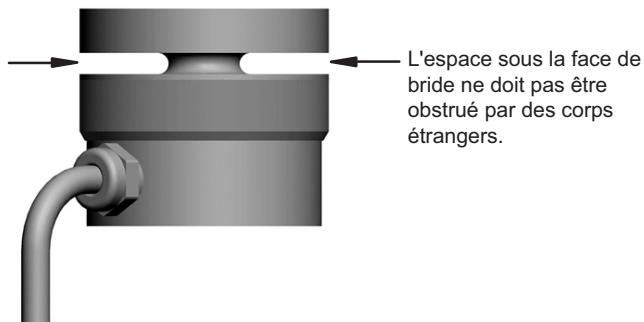

Fig. 5.1 Éviter tout dépôt aux endroits signalés
*Des erreurs de mesure peuvent se produire lorsque de la poussière ou des saletés se déposent à l'intérieur des capteurs de force. Les zones concernées sont repérées par des flèches sur la Fig. 5.1.*